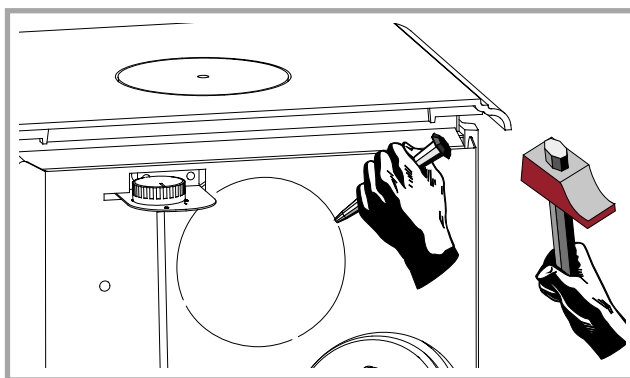

Figure 8 - Habillage arrière
- Enlever l'écran pare-chaleur arrière 3 et découper l'emplacement du départ fumée (fig. 8).